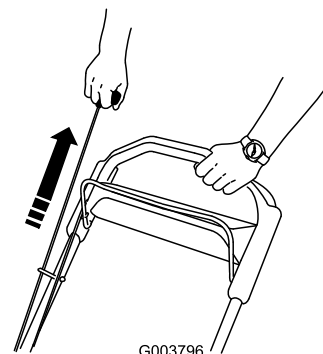

Figura 15
- Tire del arrancador de retroceso en la posición de operación (Figura 15).